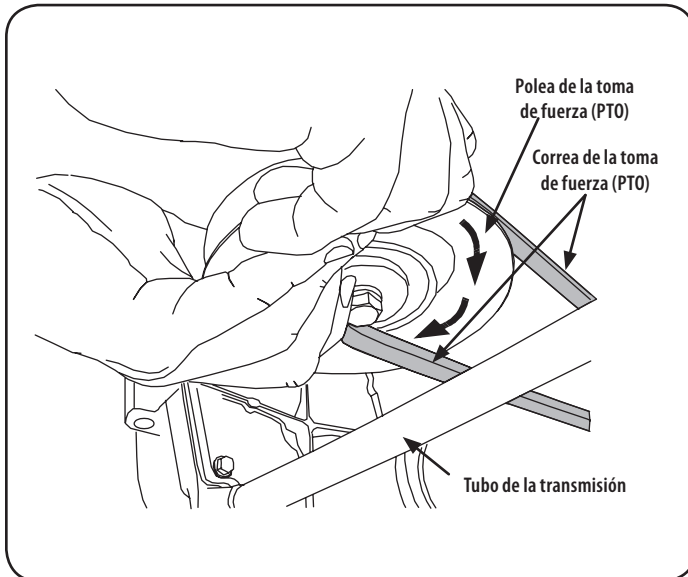

Figura 33
- c. Desde la parte media del tractor, haga girar el soporte de polea loca y la polea móvil hacia atrás, la polea de distancia de la parte trasera de la cinta "V" lo suficiente como para levantar la cinta hacia arriba y sobre la polea loca. Ver Figura 33.
- Mientras sostiene la correa hacia abajo, siga girando la polea del PTO hasta que la correa se deslice fuera de la polea. Consulte la Figura 33.
11. Tire del lado derecho de la correa hacia atrás y colocar el lado estrecho V de la correa en la polea del PTO. Ver Figura 33.
12. Mientras sostiene la correa y la polea juntas, rote la polea hacia la izquierda (Ver Figura 33). Continúe oprimiendo y girando la polea y la correa hasta que la correa esté totalmente enrollada en la polea del PTO.